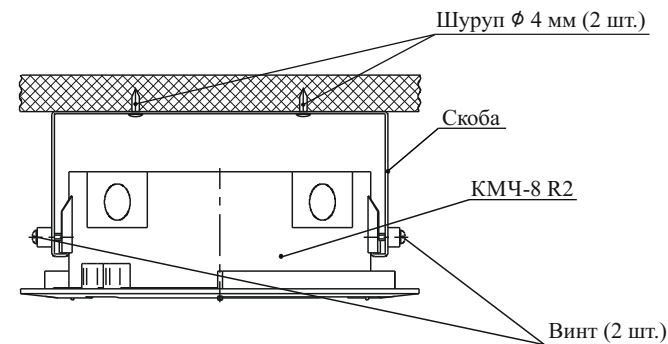

Рисунок 3
- закрепить скобу на потолке в месте установки КМЧ (рисунок 3);